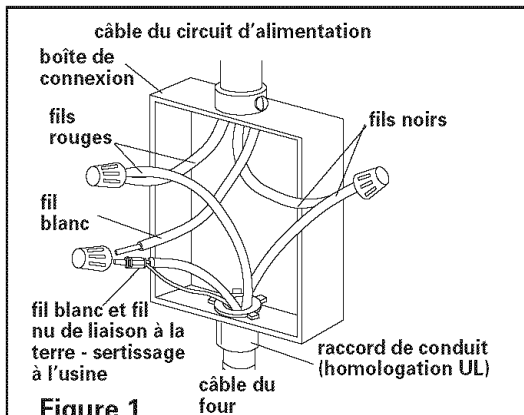

Figure 1
7. Connecter le fil nu et le fil blanc du câble de l'appareil (sertis à l'usine) au fil neutre (blanc) dans la boîte de connexion. Voir Figure 1.